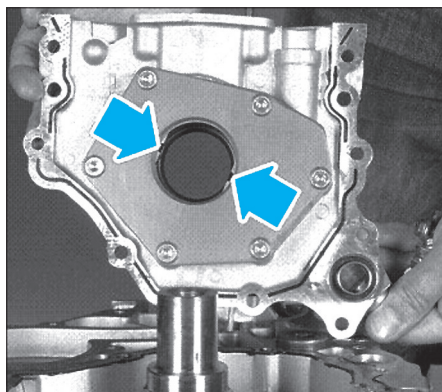

FIG. 38
- Poser un joint torique neuf, puis engager la pompe à huile sur le vilebrequin en alignant les deux méplats de la pompe sur ceux du vilebrequin (Fig.38).